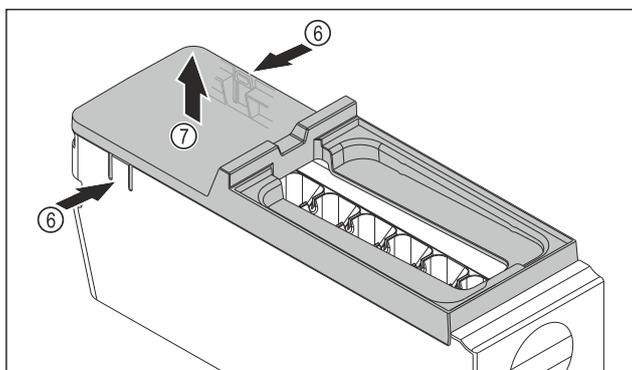

Fig. 142
- ▶ Rimuovere la copertura del corpo dell'EasyTwist-Ice: Con una mano, premere le linguette Fig. 142 (6) su entrambi i lati del corpo dell'EasyTwist-Ice.
- ▶ Con l'altra mano, estrarre verso l'alto la copertura Fig. 142 (7).